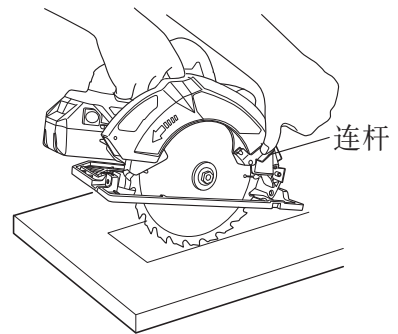

图 33
- (1) 用线在各面清楚地标记出锯割部分。（参见图 33）。
- (2) 根据要锯割的材料调整深度。
- (3) 如图 33 所示，一直向后推动控制杆，使刀刃露出。